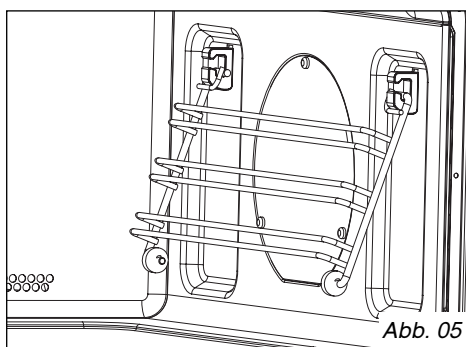

Abb. 05
- **Die Seitenroste** (Abb. 05/06): 2 Einschubböden mit Haken ermöglichen die Verwendung des Zubehörs auf 3 Ebenen.